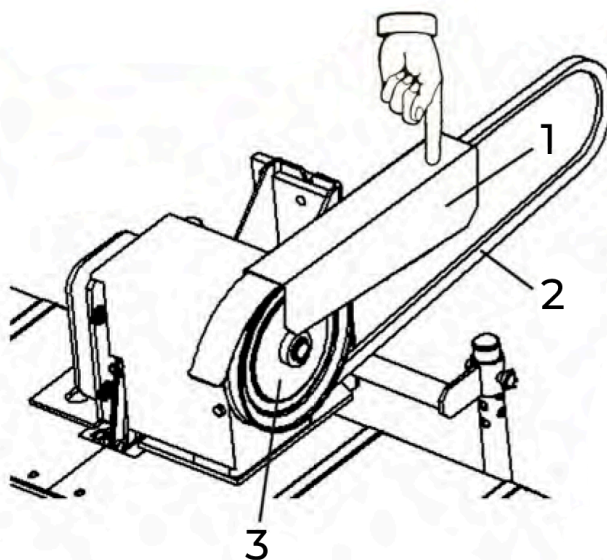
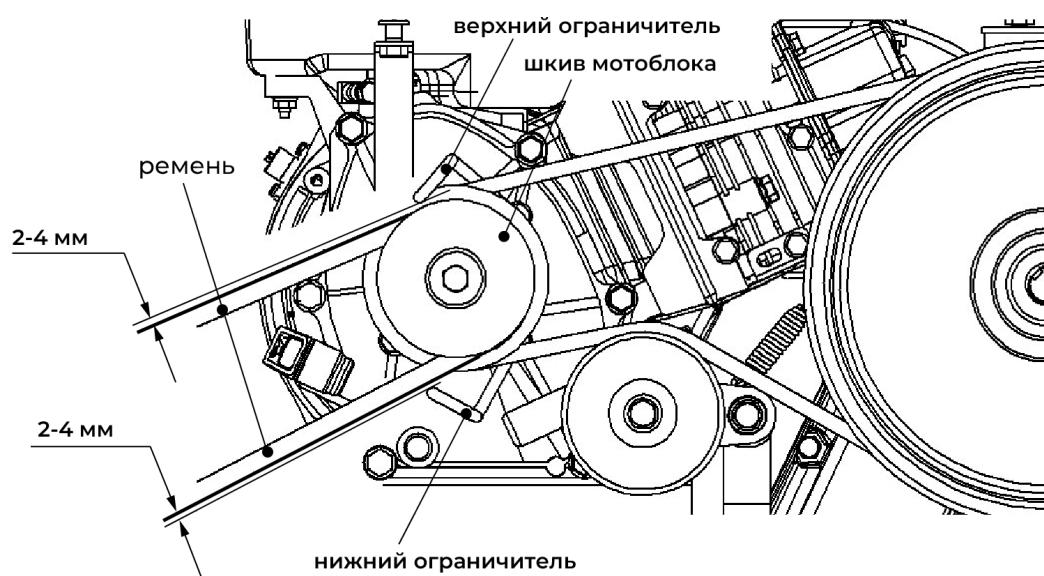

рис. 20
рис. 21
Нажать рукой на привод сцепления щетки (1) и установить ремень (2) на шкив (3) (рис. 20). Установить ремень щетки на шкив вала двигателя и отрегулировать зазор между наружной поверхностью ремня и ограничителями от 2 до 4 мм (рис. 21). Регулировка зазора производится при выключенном двигателе и нажатом приводе сцепления (ремень плотно охватывает шкив, см. приложение 3).